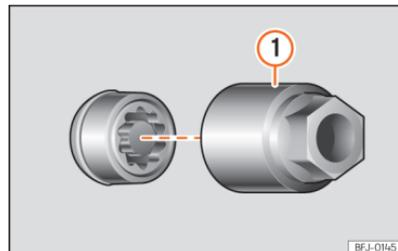

Fig. 225 Parafuso antirroubo com capa de proteção e adaptador.
- Encaixe o adaptador especial ») **Fig. 225 ①** (ferramenta de bordo ») **Página 312**) no parafuso antirroubo da roda até ao limite.